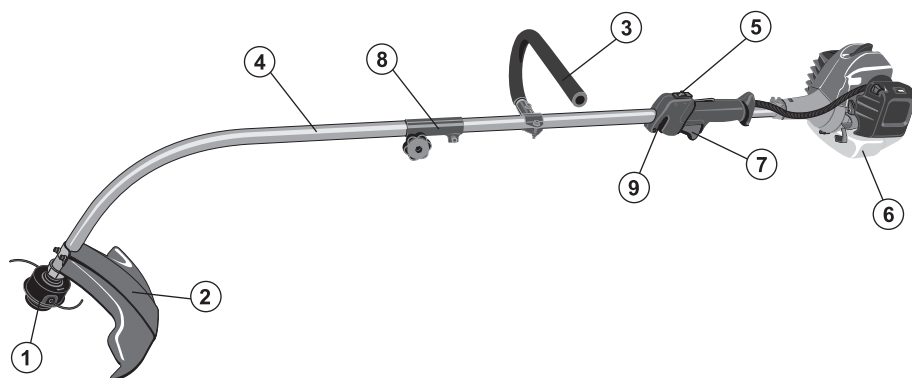

Рис.2. Расположение основных элементов бензотриммера:
Основные элементы и части бензотриммера представлены на рис. 2.
Ремень крепится к штанге с помощью держателя. Согласно рис.5 наденьте ремень на шею и пристегните карабин за место крепления (10), см. рис. 2.